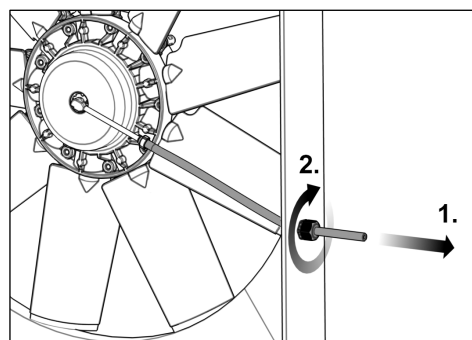

Fig. 31
- 24) Tense la manguera de presión (véase la Fig. 31, paso 1) de forma que sea posible realizar un leve giro de la articulación giratoria (máx. 15°).
- 25) Asegure la manguera de presión a través de la descarga de tracción (véase la Fig. 31, paso 2).